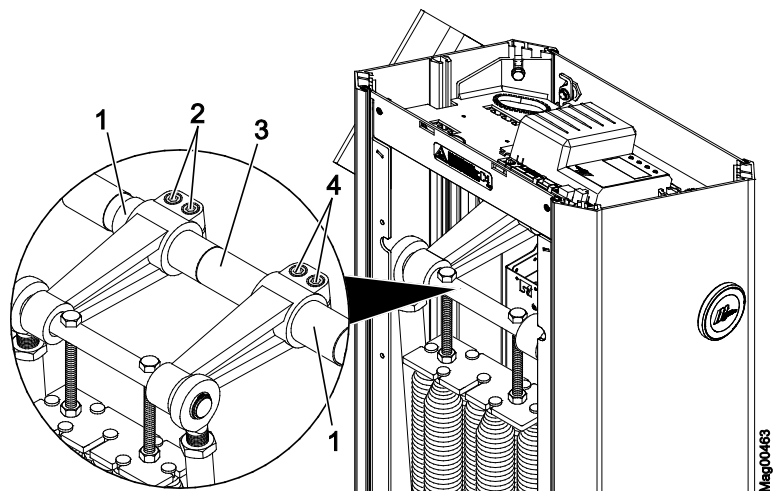

Рис. 33: Ослабить винты с внутренним шестигранником Access XXL
- Access XXL см. стр. 83, Рис. 33.